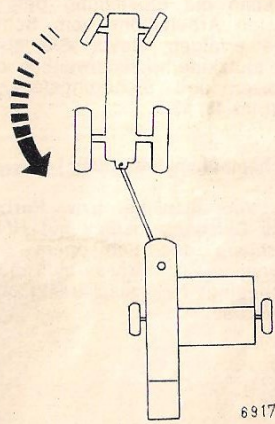

Bild 51
b) Zum Umstellen von Arbeits- in Transportstellung Schlepperräder scharf nach rechts einschlagen und rückwärts fahren (Bild 51).